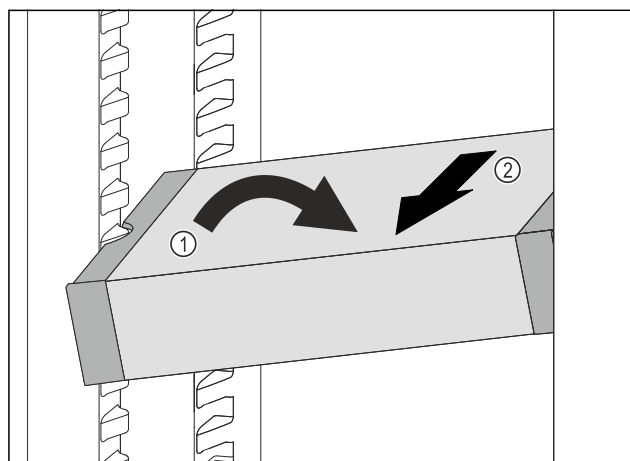

Fig. 93
- Ukosite ladicu VarioSafe u hladnjaku. *Fig. 93 (1)*
- Izvadite ladicu VarioSafe prema naprijed. *Fig. 93 (2)*